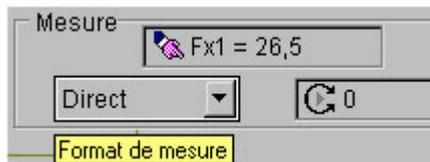

Figure 2.81 :
- Format mesure : ce champ permet de définir le format de température d'ambiance correspondant à la variable d'entrée de la ressource (figure 2.81) :